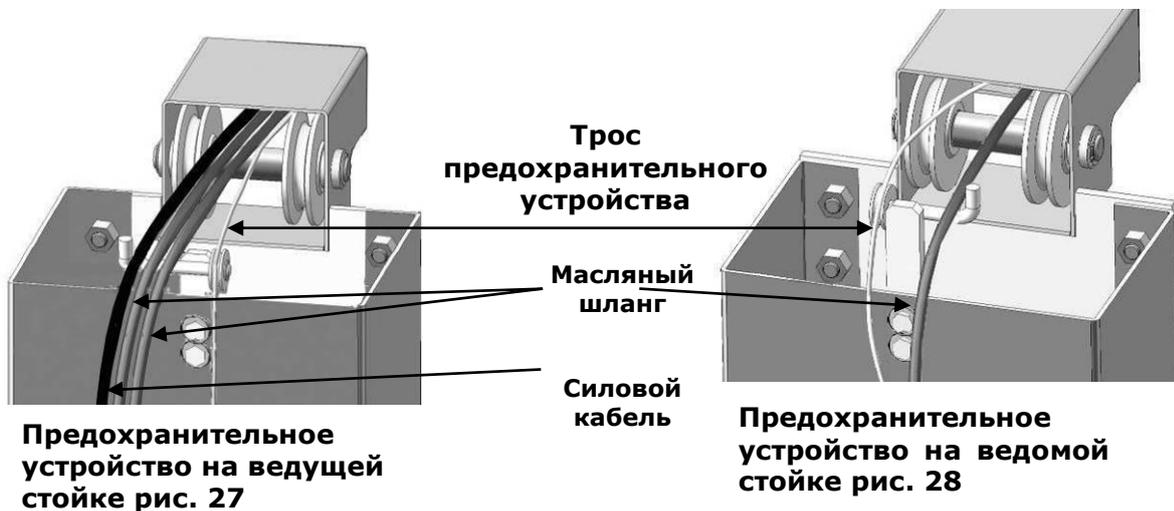

**Рис. 26**
**М. Установите трос предохранительного устройства (см. рис. 26)**